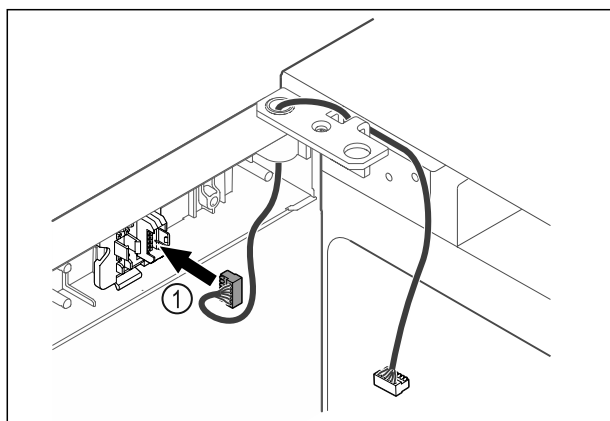

Fig. 48
- Zasuňte zástrčku Fig. 48 (1) do držáku zástrčky.